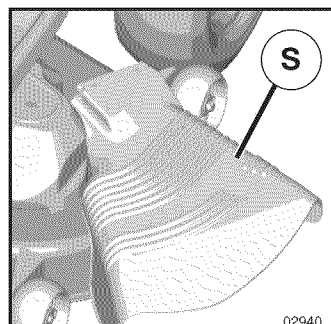

Fig. 23
PRECAUCIÓN: No opere la segadora sin, ya sea, el recogedor de césped completo en las segadoras así equipadas o con la protección contra la descarga (S) en su lugar. (Vea Fig. 23)